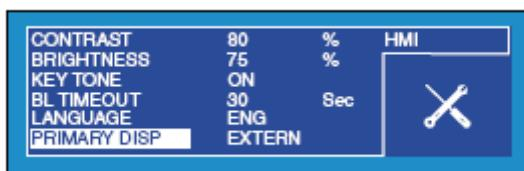

图 4.12 HMI 设置菜单
1. 在设置 (SETTINGS) 菜单，选中人机界面 (HMI)。人机界面 (HMI) 的菜单如图 4.12 所示。